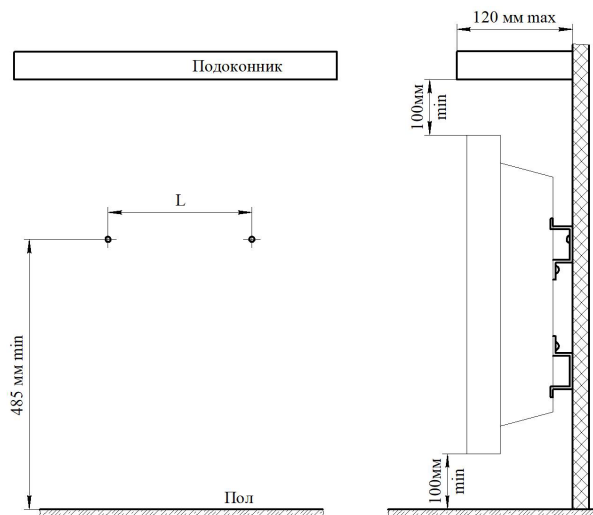

Рис. 1
- выполните на стене разметку под крепёжные отверстия (см. рис.1, табл.2), соблюдая минимальные расстояния от поверхностей конвектора до предметов окружающей обстановки, как показано на рисунке 2 (расстояния даны в сантиметрах);